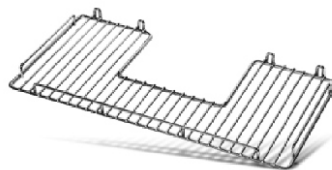

Рис.5.1
2. Полка-решетка (в комплект не входит) (см. Рис. 5.1)